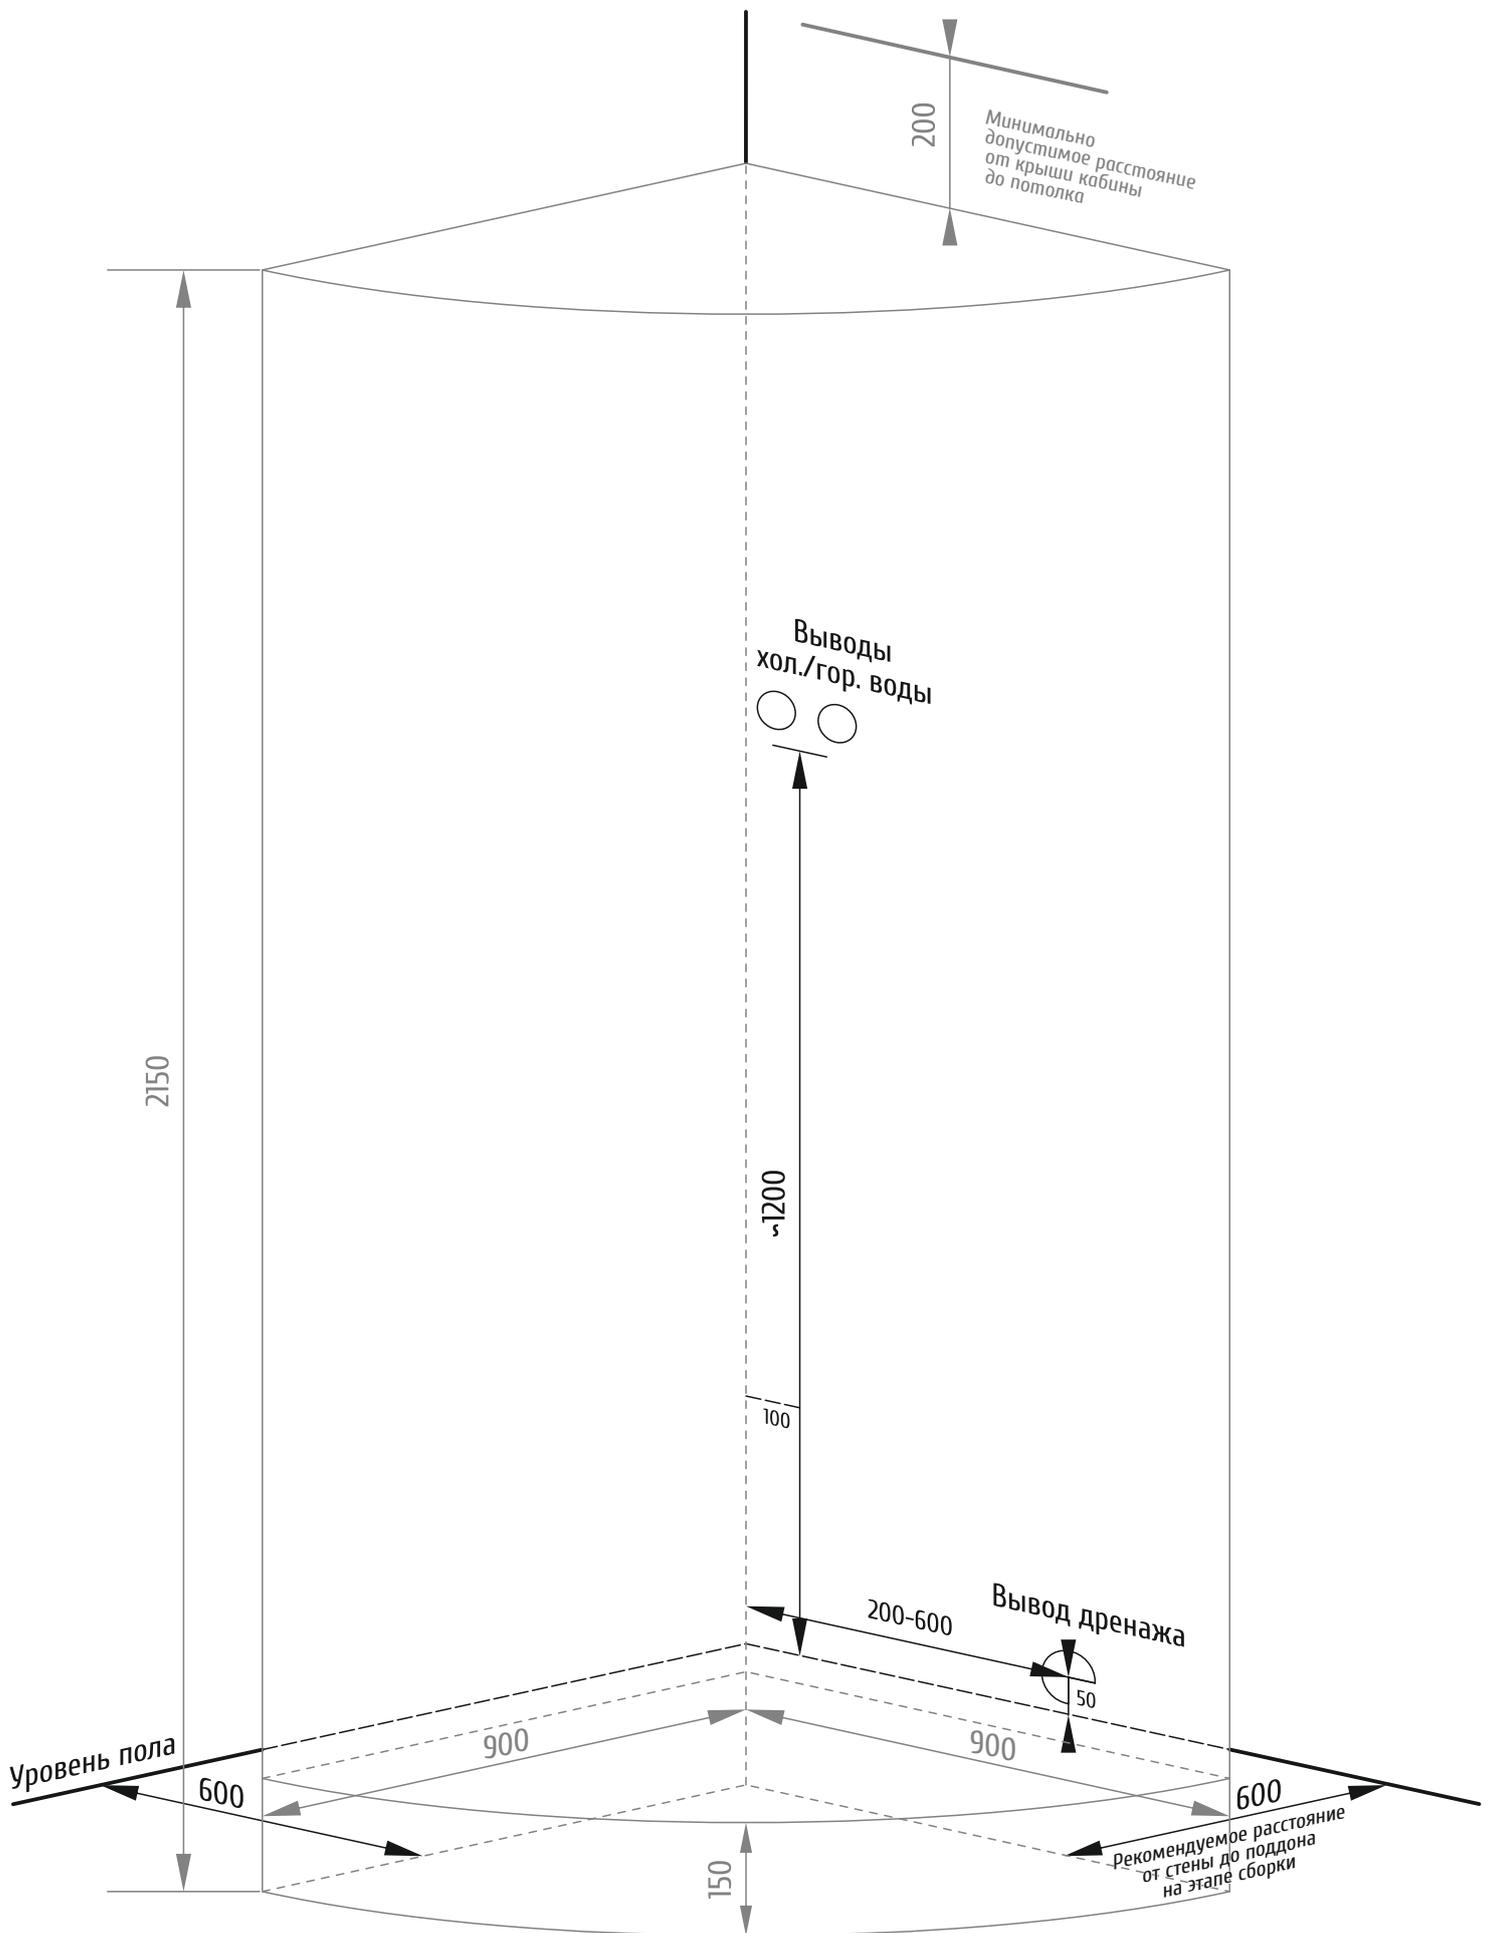

Рисунок 2 - Схема подводки коммуникаций и габариты изделия (мм)
- Выводы горячей и холодной воды, слива должны быть подведены согласно схеме (рис. 2).